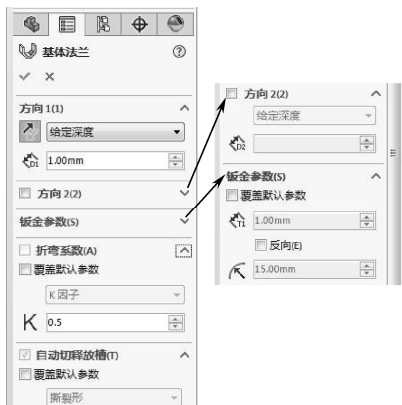

图 9-20 “基体法兰”属性管理器
- 04** 单击“草图”功能区中的“退出草图”按钮, 系统进入如图 9-20 所示的“基体法兰”属性管理器, 修改“深度”栏中的数值为 1mm。